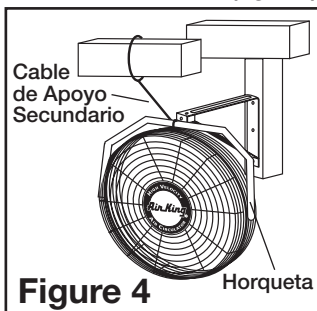

Figure 4
3. Enroscar el otro cabo del Cable alrededor de una viga o armazón segura de la edificación, o de otro soporte cercano al Ventilador (Figure 4). Recoger todo lo del cable que quede sobrando.